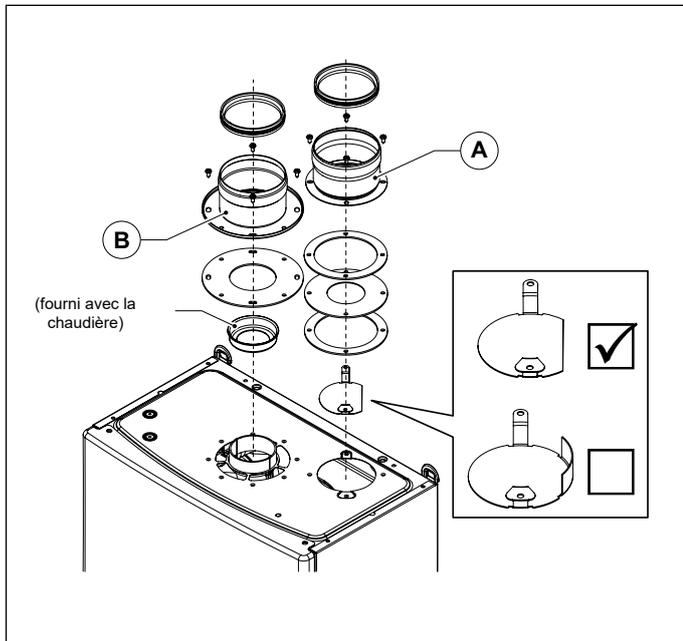

Fig. 8 OSDOPPIA13
- Installer le déflecteur d'air spécifique. (voir Fig. 8 OSDOPPIA13).